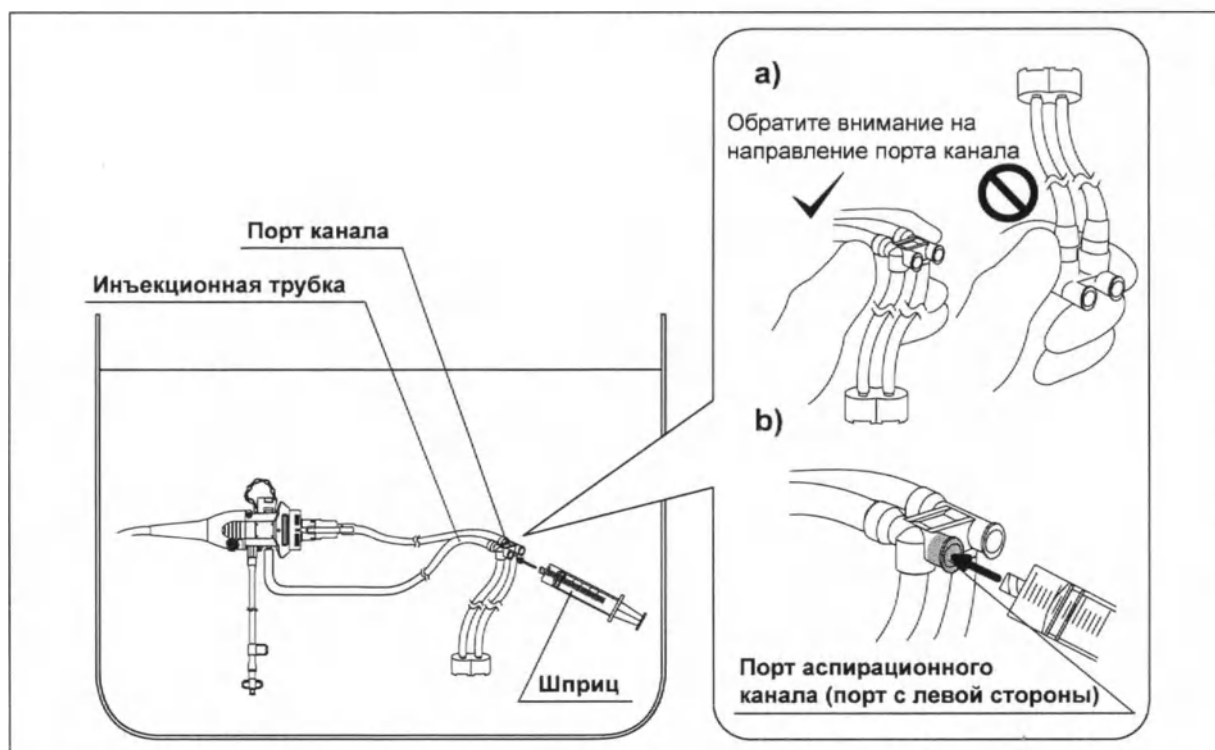

Рис. 5.64
- 3 Присоедините стерильный шприц объемом 30 мл к порту аспирационного канала инъекционной трубки. (см. рис. 5.64)
- 7** Присоедините стерильный шприц объемом 30 мл к порту аспирационного канала инъекционной трубки. (см. рис. 5.64)
- 16** Присоедините шприц к порту аспирационного канала инъекционной трубки. (см. рис. 5.64)